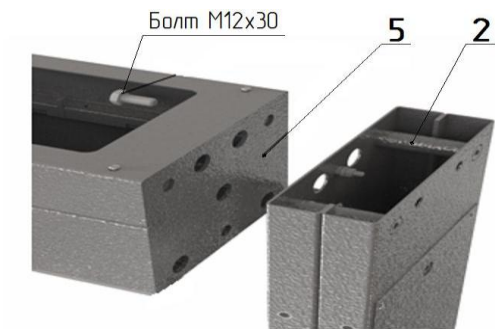

Рис. 1
*1. Сборка турникета. Рис. 1, 2, 3*
– положите на пол боковой плоскостью раму привода **5** (рис. 1) (предварительно постелив лист картона), рядом аналогично положите стойку ограничения прохода **1** и стойку шлюза **2**; состыкуйте указанные элементы друг с другом присоединительными элементами и закрутите по три болта М12 с каждой стороны; поставьте со-